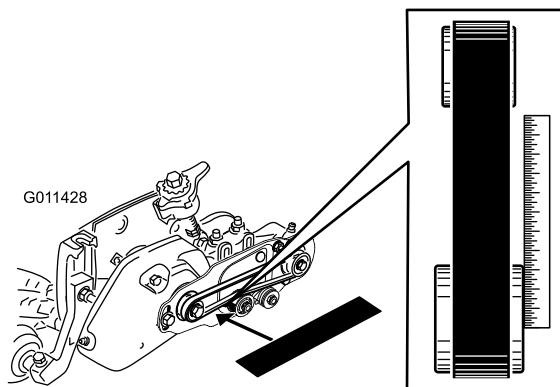

Figura 35
- Disponha uma régua de traçar ao longo da face externa da **polia de transmissão** (**Figura 35**).